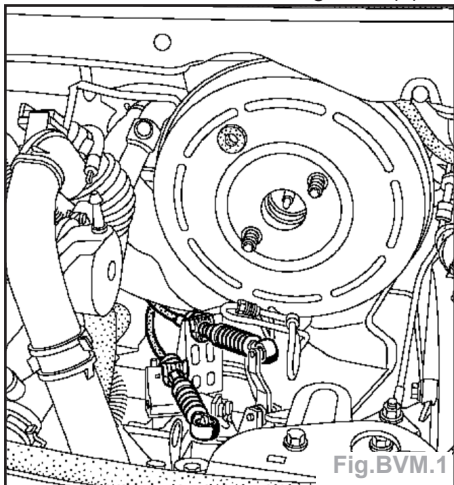

Fig.BVM.1
- Dégrafer les câbles de commandes de vitesses sur boîte (Fig.BVM.1 et 2) :
- au niveau des rotules d'ancrage (1),
- au niveau des arrêts des gaines (2).